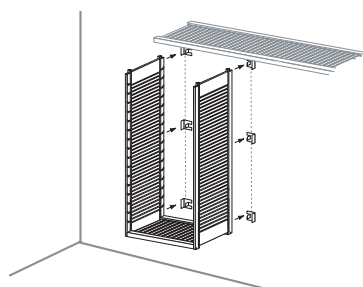

FIG. 3.4
5. Coloque la torre en los lugares para la ménsula torre en la pared. (Fig. 3.4)